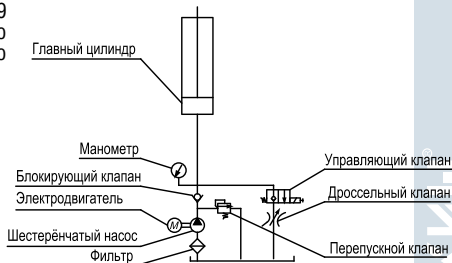

Рисунок 9 - Гидравлическая схема
6. Установите блок управления на основную колонну. Присоедините гидравлическую систему и электрическое питание согласно схемам соответственно на (рис. 9 и 10). Залейте масло в гидросистему, около 10 литров.